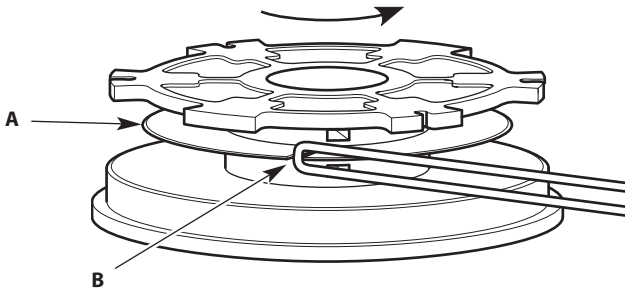

Fig. 4
2. Insert the loop into the slot in the split wall (Fig. 4). Wind the line tightly in the direction shown on the bottom of the inner reel until about 6 inches (150 mm) of line remains. Keep the top half of the line above the split wall and the bottom half of the line below the split wall.
2. Insérez la boucle dans l'encoche dans la paroi de séparation (Fig. 4). Embobinez en serrant bien la ligne de coupe dans la direction indiquée au bas de l'enrouleur intérieur jusqu'à ce qu'il n'en reste que 150 mm (6 pouces) environ. Maintenez la moitié supérieure de la ligne de coupe au dessus de la paroi de séparation et la moitié inférieure en dessous de la paroi de séparation.